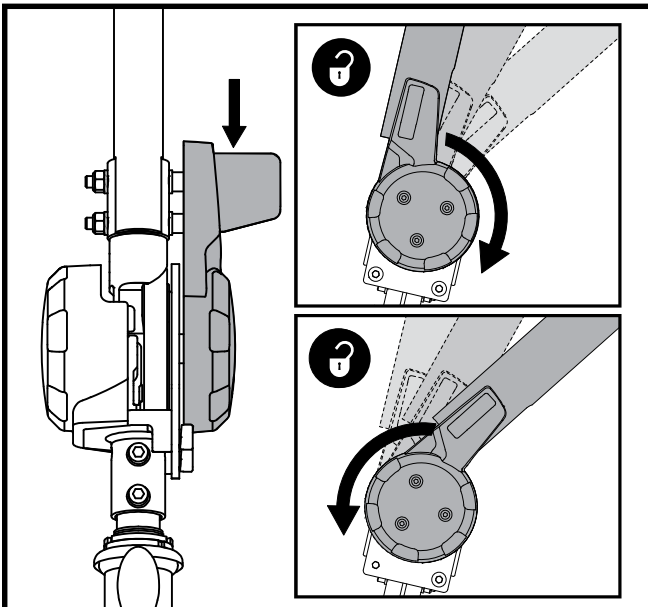

Abb. 11. Lenkersicherungshebel
1. Entfernen Sie den Sitz und das Batteriepack (siehe „Vorgehensweise zur Zerlegung“ auf der vorherigen Seite), senken den Lenker ab und ziehen den Lenkersicherungshebel an. **Siehe Abb. 11.**
3. Den Hebel anheben und fest den Lenkersicherungshebel drücken. **Siehe Abb. 11.**